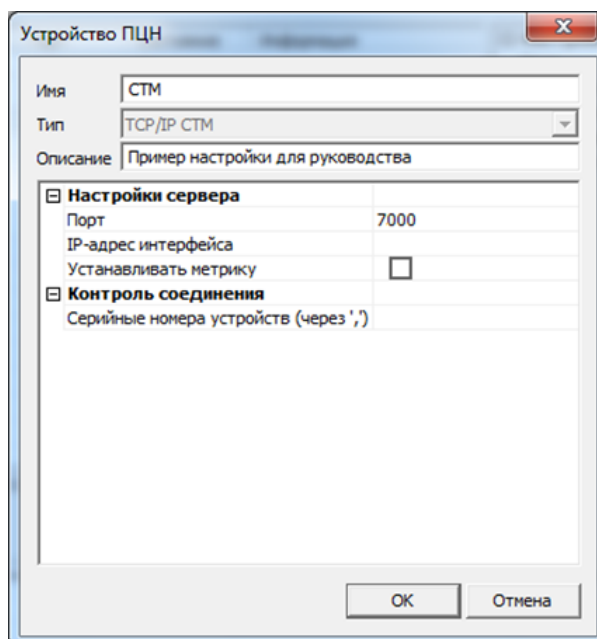

Рис. 7.4. Параметры устройства ПЦН типа *TCP/IP STM*
4. В открывшемся окне *Устройство ПЦН* задайте описанные ниже параметры и нажмите кнопку *OK* (рис. 7.4).